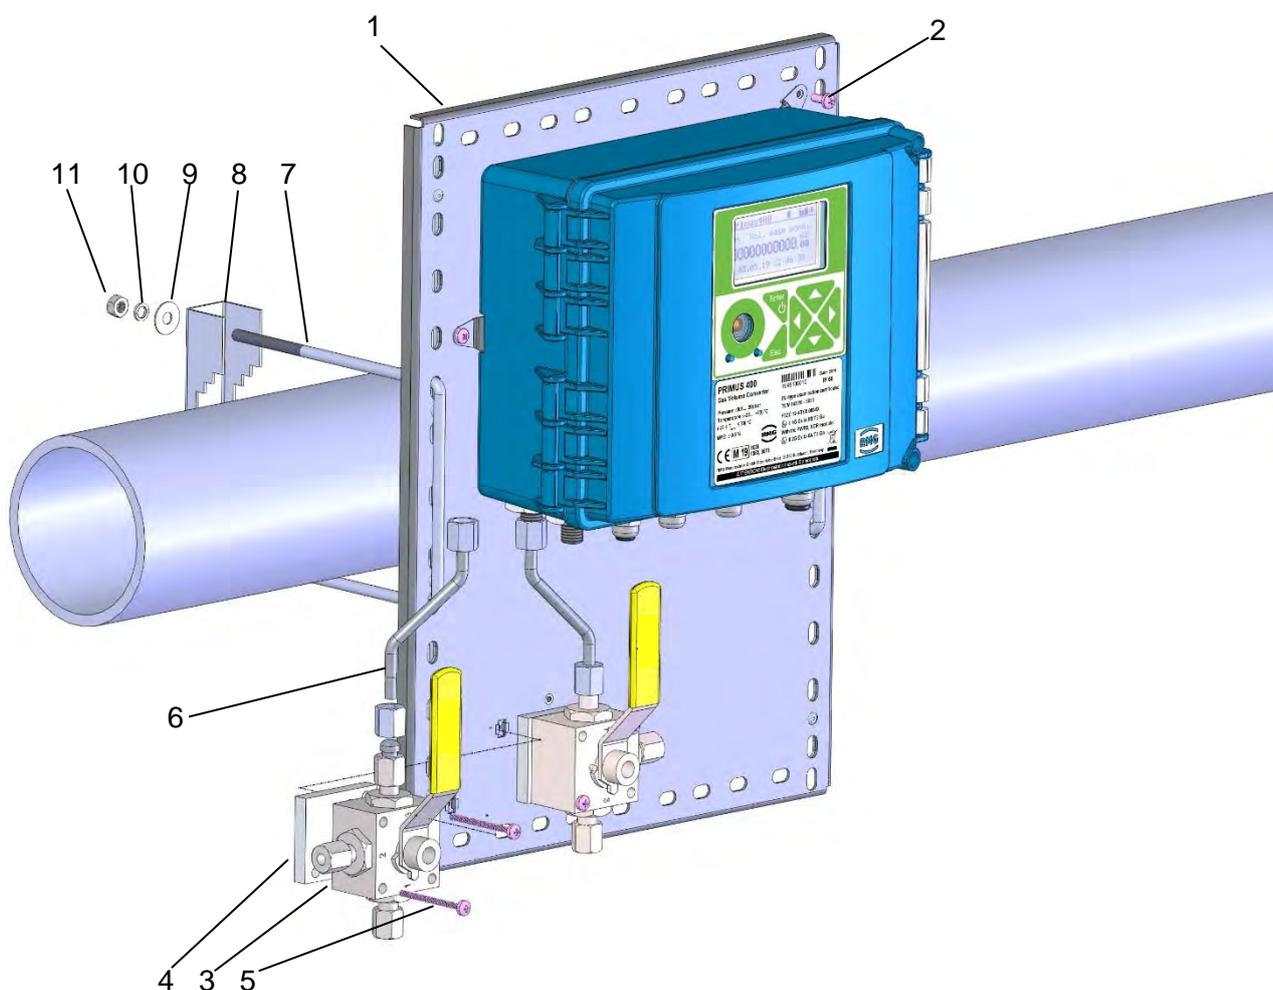

Abb. 6: Montage des Gerätes an einer Gasleitung
Klemmstücke (7) (siehe Abb. 6) mit Abständen gemäß den Leitungsdurchmessern werden durch die Öffnungen in der Befestigungsplatte (1) eingesetzt und über die Gasleitung geführt. Befestigungselemente (8) werden mit M6-Muttern (11) und Unterlegscheiben (9) und (10) an den freien Enden der Klemmstücke angebracht, um die Befestigungsplatte in der vorgesehenen Position an der Gasleitung zu fixieren. Die Befestigungsplatte kann für die Befestigung an einer Gasleitung mit folgenden Durchmessern verwendet werden:
Der über den 3-Wege-Hahn angeschlossene Mengenumwerter ist in Abb. 6 dargestellt. Die Druckleitung 6x1  mit vorgepresstem Schneidring an beiden Seiten wird zunächst sorgfältig in den Druckeinlass des Gerätes geführt und mit einer Mutter M12x1,5 ERMETO gesichert. Das andere Ende der Leitung wird am Betriebsauslass des 3-Wege-Hahns, der auf der Befestigungsplatte montiert ist, angebracht, und die Mutter wird vorsichtig angezogen. Schließlich werden die Muttern auf beiden Seiten der angeschlossenen Druckleitung festgezogen. Beim Festziehen keine übermäßige Kraft auf den Schlüssel anwenden. Andernfalls wird das Gewinde beschädigt.